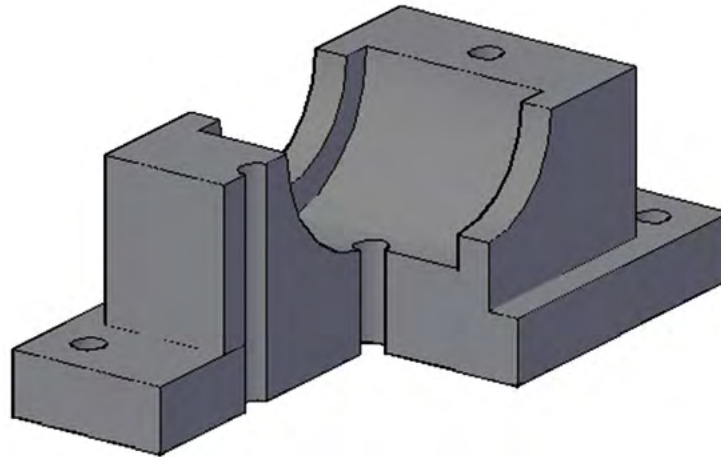

Рис. 9. Окончательный вид детали
15. Объединить половину детали с четвертинкой (рис. 9).